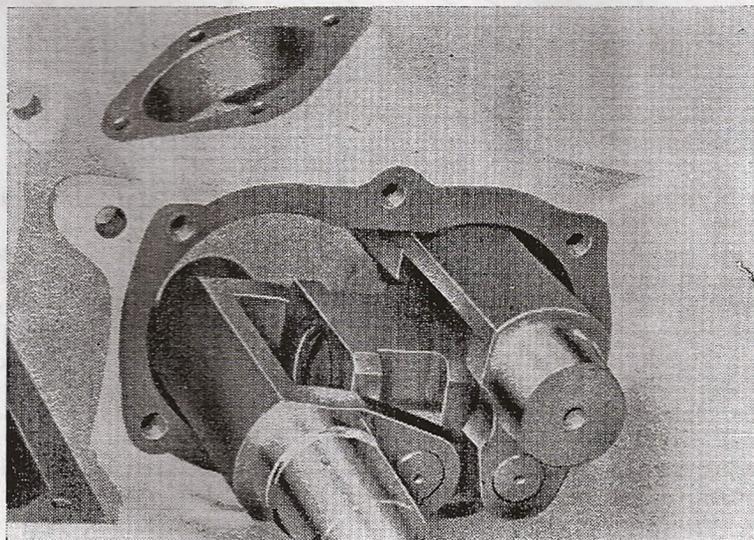

Fig. 87
6. Tourner sur lui-même l'arbre de direction droit de telle façon que la face supérieur de l'écrou de direction soit dans le même plan que la face fraisée de l'arbre (fig. 87).
7. Dégager l'arbre en bloc avec l'écrou de direction ainsi que les dés hors du boîtier de direction, en opérant de droit à gauche. La dépose du mécanisme de direction est représentée sur la fig. 87.
Après le montage de la direction, régler le pincement des roues avant. Le mécanisme de direction assemblé est représenté sur la fig. 87.